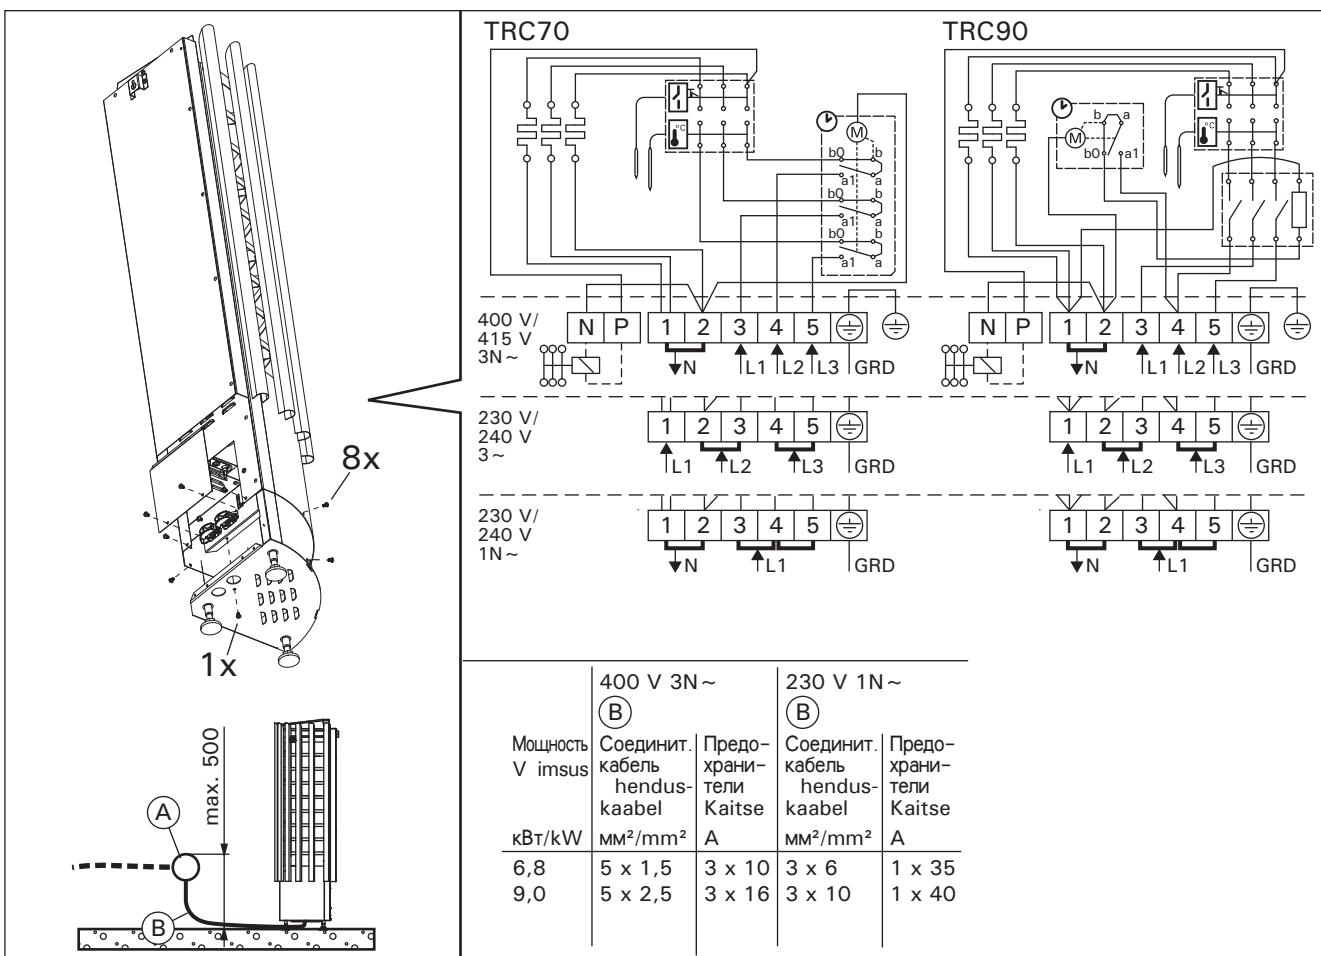

Рисунок 7. Электромонтаж
- Каменка гибким проводом подсоединяется к соединительной коробке (рис. 7: A) на стене сауны. Соединительная коробка должна быть брызгозащищенной и находиться на расстоянии не более 500 мм от пола.
- В качестве кабеля (рис. 7: B) следует использовать резиновый кабель типа HO7RN-F или подобный.
возможным управление электрическим нагревом (рис. 7). Управляющее напряжение передается от каменки, когда она включена. Кабель управления электронагревом подводят прямо к соединительной коробке каменки и дальше с помощью резинового кабеля, равного по сечению соединительному кабелю, к клеммнику.